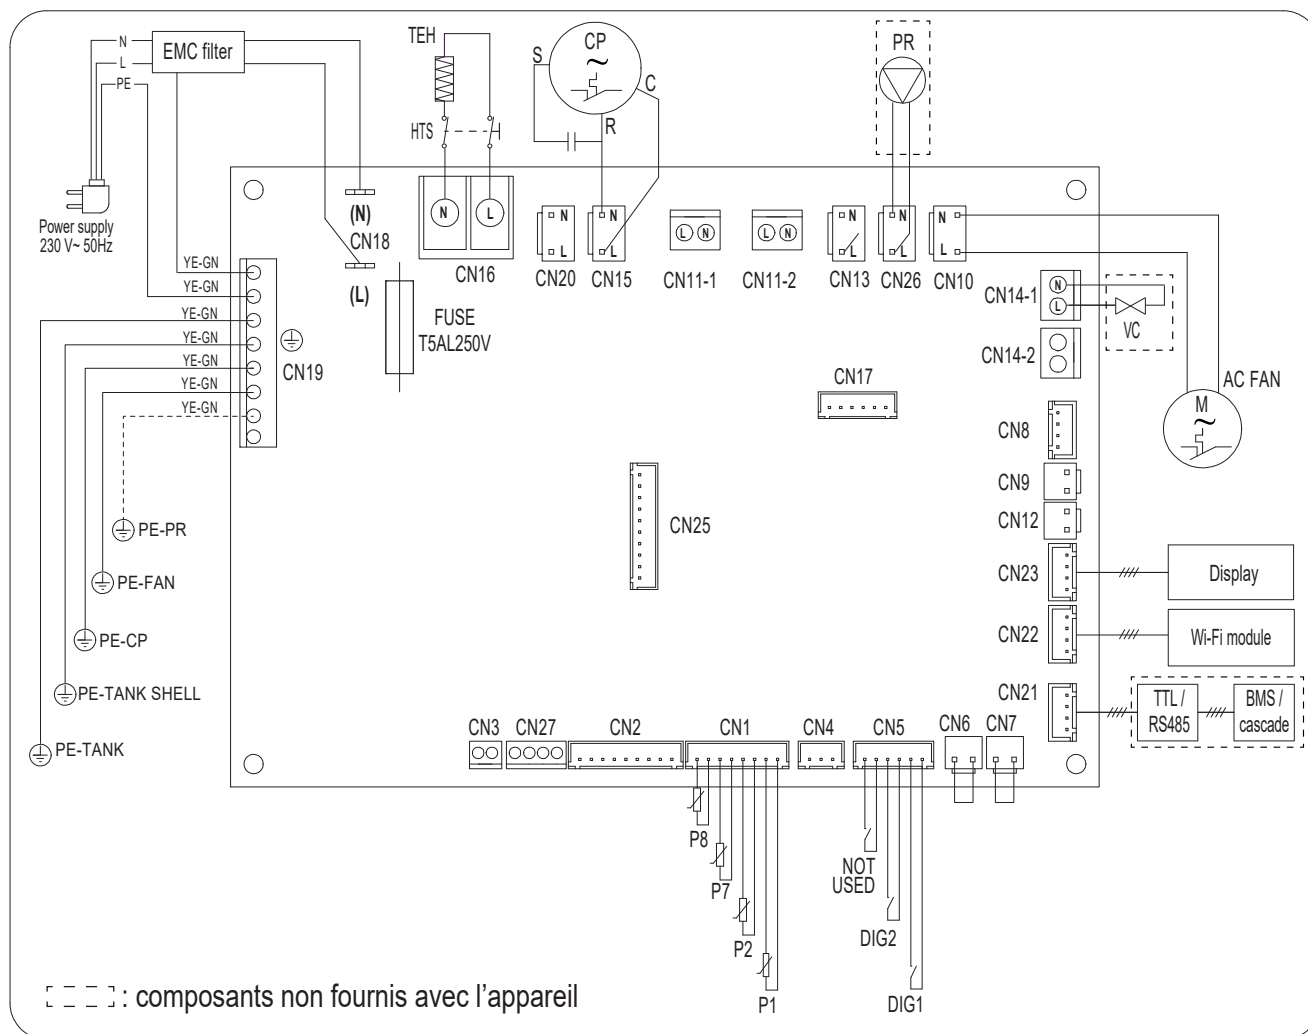

fig. 71 - Schéma de câblage de l'équipement
- 1) La pompe de recirculation (part. 16) doit être connectée à la borne CN26 de la carte mère maître (réf. "fig. 71 - Schéma de câblage de l'équipement" a pagina 304).
- 2) Monter une électrovanne normalement ouverte (part. 19) pour chaque unité de la cascade. La vanne doit être raccordée à la borne CN14-1 (réf. "fig. 71 - Schéma de câblage de l'équipement" a pagina 304) de la carte mère de chaque boîtier.